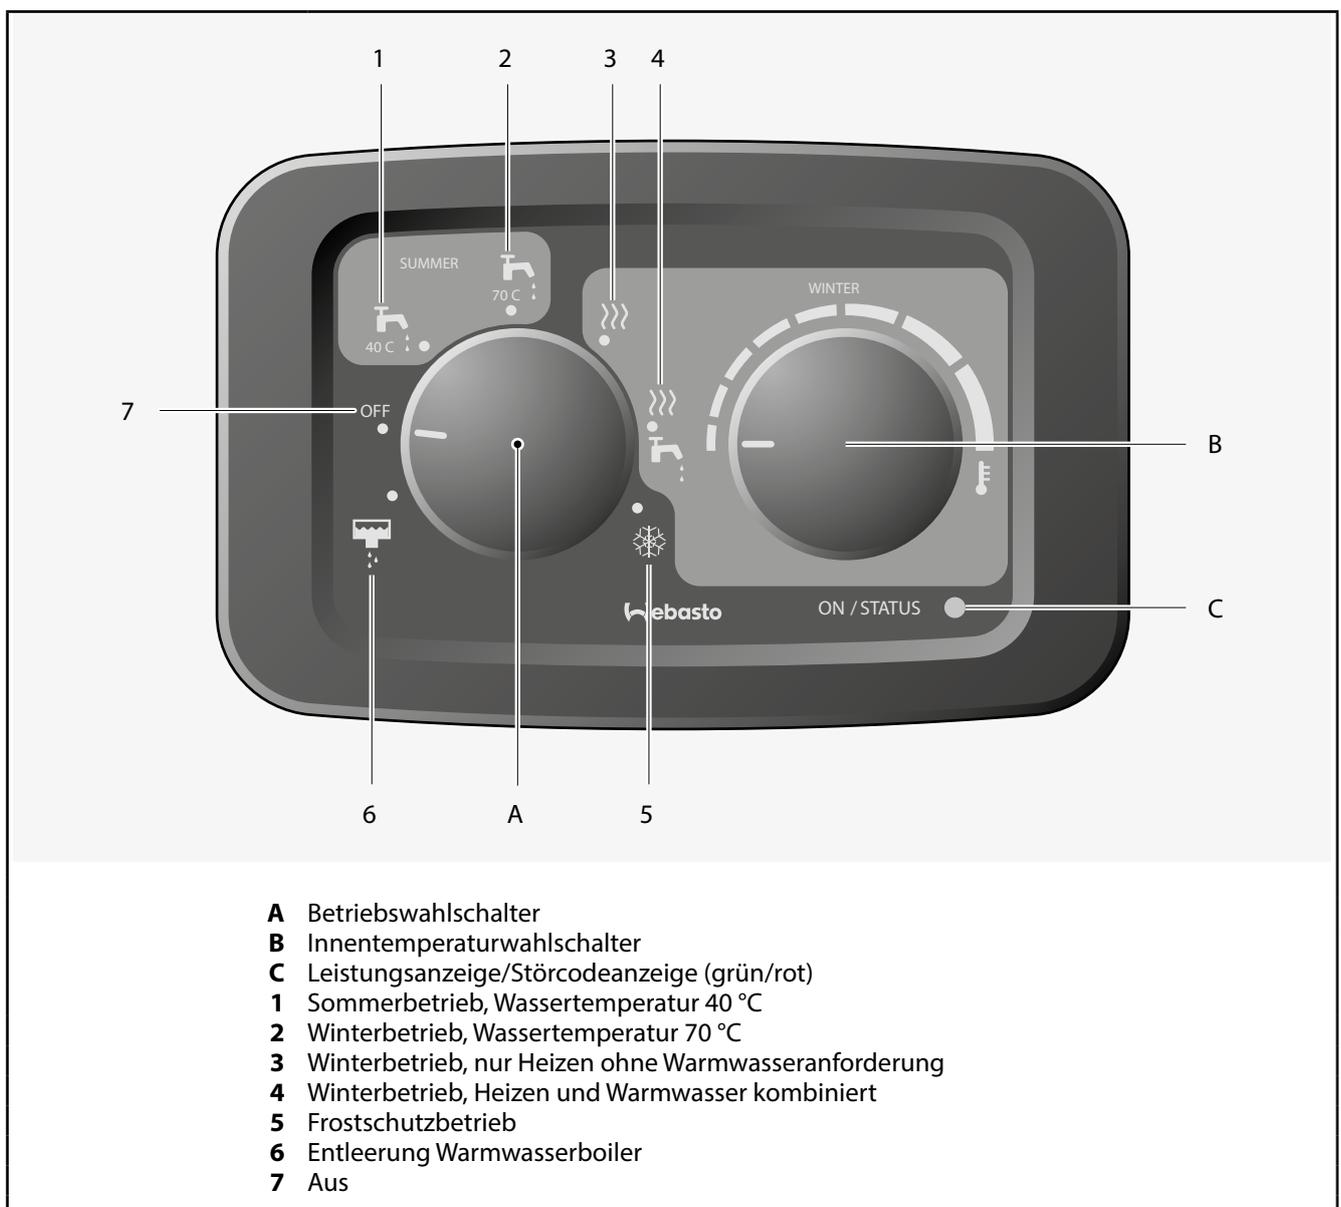

Abb. 49 Bedienteil Webasto Dual Top
2. Am Bedienelement den Betriebswahlschalter (Abb. 49, Pos. A) auf Sommerbetrieb 40 °C (Abb. 49, Pos. 1) oder 70 °C (Abb. 49, Pos. 2) einstellen.
Die Leistungsanzeige (Abb. 49, Pos. C) am Bedienelement leuchtet grün beim Einschalten.
Die rote Anzeige am Betriebswahlschalter (Abb. 49, Pos. A) leuchtet auf.
Die Leistungsanzeige (Abb. 49, Pos. C) am Bedienelement leuchtet grün, solange das Gerät eingeschaltet ist.
1. Innentemperaturwahlschalter (Abb. 49, Pos. B) am Bedienelement auf die gewünschte Thermostateinstellung für Raumtemperatur einstellen.
2. Am Bedienelement den Betriebswahlschalter (Abb. 49, Pos. A) auf Winterbetrieb, nur Heizen ohne Warmwasserbereitstellung (Abb. 49, Pos. 1), einstellen.
Sowohl die Anzeige am Betriebswahlschalter (Abb. 12.3, Pos. A) als auch am Innentemperaturwahlschalter (Abb. 49, Pos. B) leuchten rot.
2. Innentemperaturwahlschalter (Abb. 49, Pos. B) am Bedienelement auf die gewünschte Thermostateinstellung für Raumtemperatur einstellen.
3. Am Bedienelement den Betriebswahlschalter (Abb. 49, Pos. A) auf Winterbetrieb, Heizen und Warmwasser (Abb. 49, Pos. 4), einstellen.
Sowohl die Anzeige am Betriebswahlschalter (Abb. 49, Pos. A) als auch am Innentemperaturwahlschalter (Abb. 49, Pos. B) leuchten rot.
3. Das elektrische Ablassventil wird geöffnet, indem der Betriebswahlschalter (Abb. 49, Pos. A) für mindestens 5 Sekunden in Position „Entleerung Warmwasserboiler“ (Abb. 49, Pos. 6) gegen die Federkraft gehalten wird. Danach den Schalter loslassen.
Während des Entleerungsvorganges blinken alle grünen Symbole am Bedienelement, sowie die rote Anzeige am Betriebswahlschalter (Abb. 49, Pos. A).
Der Entleerungsvorgang kann abgebrochen werden, indem der Betriebswahlschalter (Abb. 49, Pos. A) nochmals für mindestens 5 Sekunden in Position „Entleerung Warmwasserboiler“ (Abb. 49, Pos. 6) gestellt und anschließend losgelassen wird.
- ◆ das Heizgerät ausgeschaltet ist, Stellung „OFF“ (Abb. 49, Pos. 7)
Um ein Einfrieren der Leitungen und des Warmwasserboilers zu vermeiden, den Betriebswahlschalter (Abb. 49, Pos. A) auf Frostschutzbetrieb (Abb. 49, Pos. 5) stellen.
Zum Ausschalten den Betriebswahlschalter (Abb. 49, Pos. A) in Stellung „OFF“ (Abb. 49, Pos. 7) schalten.
Es ist möglich, dass das Gebläse auch nach dem Ausschalten nachläuft, um das Heizgerät abzukühlen. Danach erlischt die grüne Leistungsanzeige (Abb. 49, Pos. C).
1. Warmwasserboiler bei einer Umgebungstemperatur von mindestens +6 °C mit Wasser füllen, oder Betriebswahlschalter (Abb. 49, Pos. A) in eine der folgenden Stellungen schalten:
- Sommerbetrieb 40 °C (Abb. 49, Pos. 1) oder 70 °C (Abb. 49, Pos. 2) oder
- Winterbetrieb, Heizen mit Warmwasserbereitstellung (Abb. 49, Pos. 4), um sicherzustellen, dass das elektrische Ablassventil nicht öffnet.
- ☞ Um Frostschäden vorzubeugen, das Wasser durch das Ablassventil ablassen, dazu Betriebswahlschalter (Abb. 49, Pos. A) für mindestens 5 Sekunden auf Position „Entleerung Warmwasserboiler“ (Abb. 49, Pos. 6) stellen, auch wenn der Boiler nicht genutzt wurde.
Im Falle einer Störung wird an der Störcodeanzeige (Abb. 49, Pos. C) am Bedienelement ein Störcode ausgegeben.